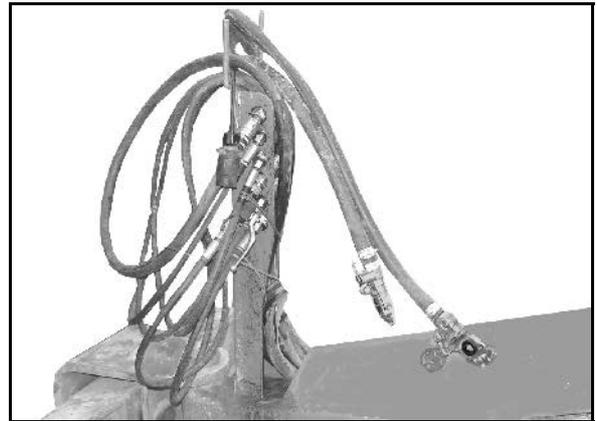

Рис. 14
3. Зафиксируйте гидравлические шланги в стояночных муфтах. (Рис. 14)